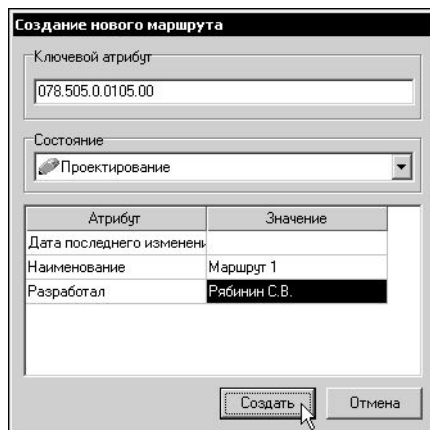

Рис. 12.7. Ввод атрибутов объекта «Маршрут»
- В окне **Создание нового маршрута** обязательно заполните поле **Ключевой атрибут**¹ и присвойте состояние «Проектирование». При необходимости введите значения остальных атрибутов объекта (рис. 12.7).